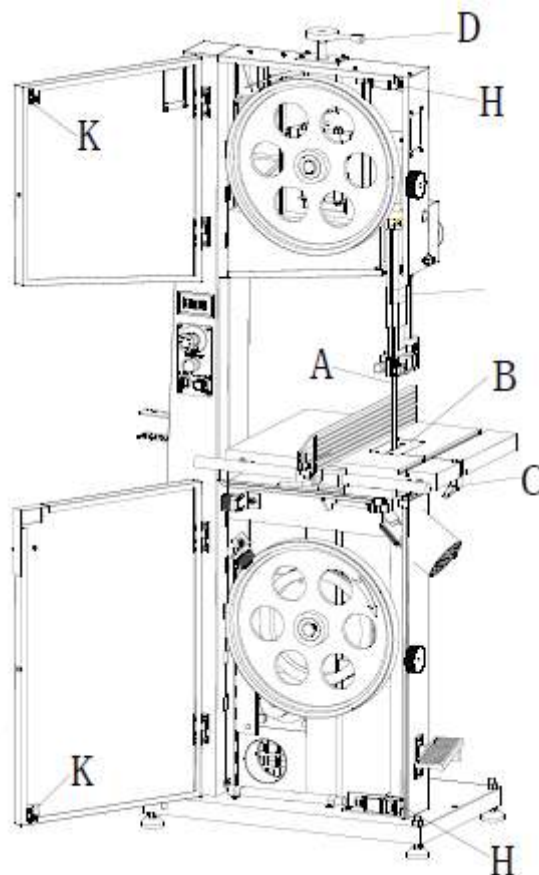

Рис. 10
Сначала необходимо снять защитную пластину (В) опорной плиты и ослабить рукоятку (С), затем продеть пилу (А) в прорезь опорной плиты по её центру и по маховику вверх и вниз, верх и вниз по центру щётки пилы, затем повернуть рукоятку натяжения полотна пилы (D), натягивая полотно пилы, затем установить на место защитную пластину (В), затем зажать ручку (С), см. рис. 10.
На рис. 10 Н – конечный выключатель, К – ключ, при открытой двери кнопка ПУСК не работает, дверь должна быть закрыта для срабатывания конечного выключателя. При нормальной работе при открывании двери работа станка прекращается немедленно.